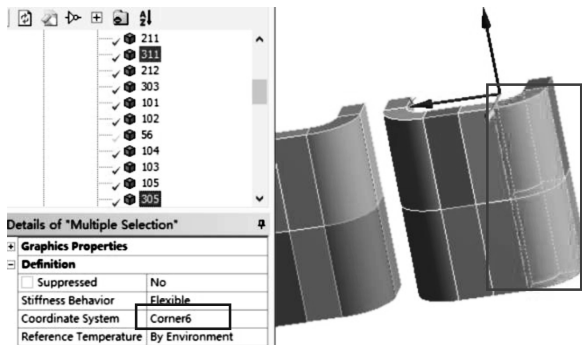

图 10-18 分配 Corner6 坐标系及选中模型
(6) 在导航树里单击【Corner6】，图像区域显示 Corner6 坐标在模型中的位置，选择线圈 305 和 311 模型；接着单击右键，从弹出的快捷菜单中选择【Go To】→【Corresponding Bodies in Tree】转移到导航树区域，【Details of “Multiple Selection”】→【Definition】→【Coordinate System】= Corner6，其他默认，如图 10-18 所示。